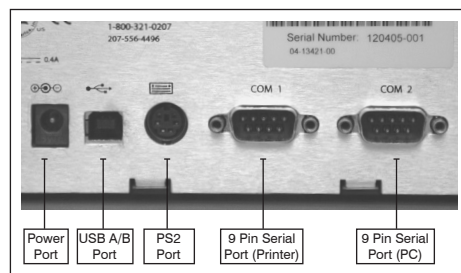

Figure 2: Arrière du lecteur IDEXX SNAPshot DSR
La configuration de votre lecteur SNAPshot DSR est facile et ne prend que quelques minutes. Vous pouvez relier un clavier PS/2 au lecteur SNAPshot DSR via le port PS/2 (voir figure 2). Utilisez les touches Tab et Entrer du clavier pour naviguer et les touches alphanumériques pour entrer les numéros d'identification du lot, de l'échantillon, ainsi que du technicien.
3. Branchez le module d'alimentation au port d'alimentation situé au dos du lecteur SNAPshot DSR (voir figure 2) Branchez une extrémité du cordon dans le module d'alimentation et l'autre extrémité dans une prise CA reliée à la terre.